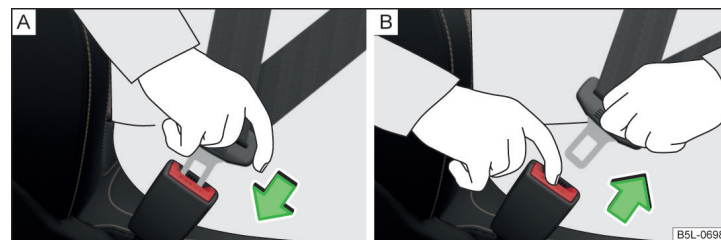

Fig. 7 Allacciamento / sganciamento della cintura di sicurezza
- ▶ Infilare la linguetta nella fibbia del sedile » fig. 7 - [A] finché non si aggancia in maniera udibile.
- ▶ Premere il tasto rosso sulla fibbia della cintura » fig. 7 - [B], la linguetta sarà espulsa.